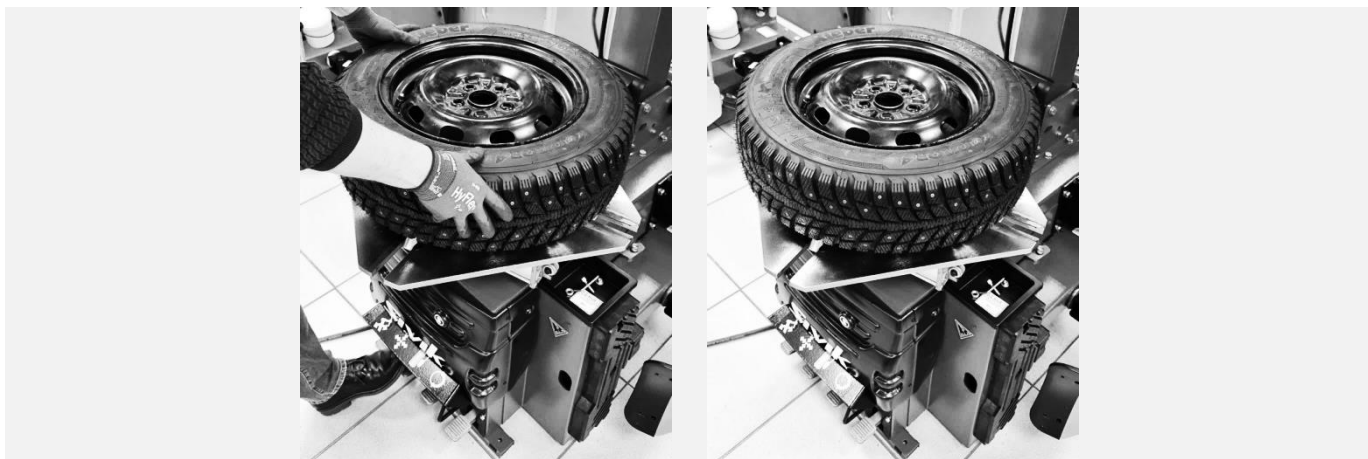

Рисунок 42
- Развести зажимные кулачки, нажав педаль управления зажимными кулачками (см. Рисунок 42).